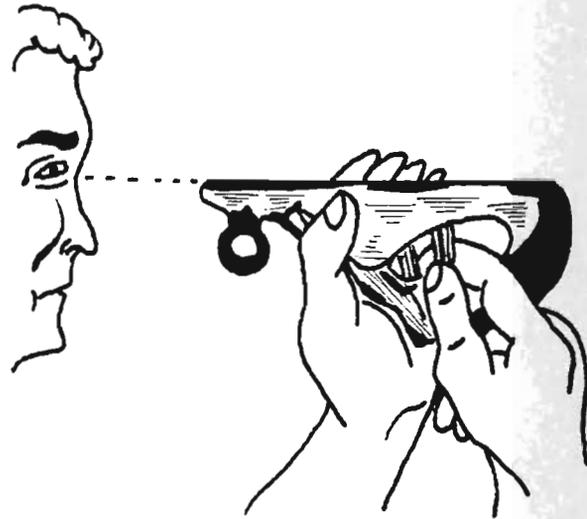

FIG. 1
- Prepare la herramienta de repaso, garlopa, y desvastador. (Fig. 1).